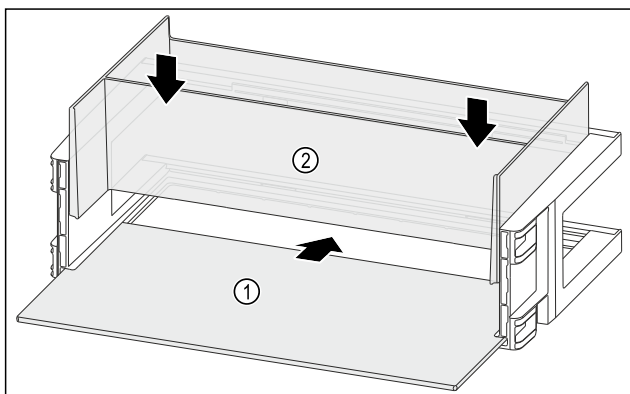

Fig. 112
- Посуньте полицю Fig. 112 (1) у бічні пази.
- Вставте організатор Fig. 112 (2).